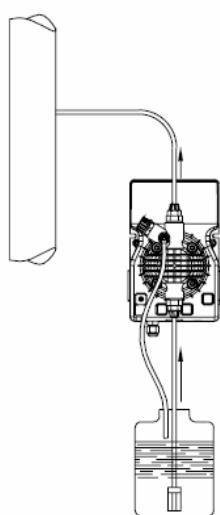
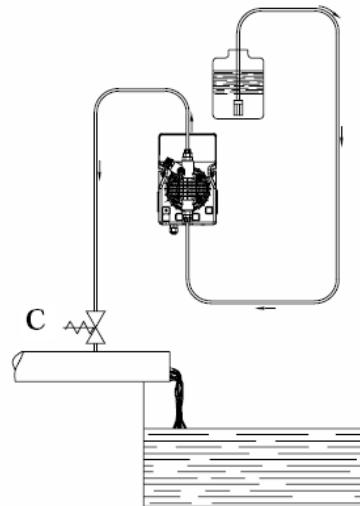

Рис. 5
Рис. 6
c. – Расположите насос, как показано на рис. 5, учитывая, что его можно устанавливать, как выше, так и ниже уровня дозируемой жидкости, при этом перепад уровней не должен превышать 2-х метров. Если система работает при атмосферном давлении (без обратного), а емкость с реагентами расположена выше насоса (рис. 6) необходимо часто проверять состояние клапана впрыска, т.к. его износ может вызвать попадание реагента в систему даже при выключенном насосе. Если данная проблема появляется, Вам необходимо установить антисифонный клапан (C) между точкой выброса и клапаном впрыска (либо заменить стандартный клапан впрыска на антисифонный клапан). Не устанавливайте насос над емкостью с химическими препаратами, выделяющими большое количество паров, за исключением случаев, когда емкость герметично закупорена.